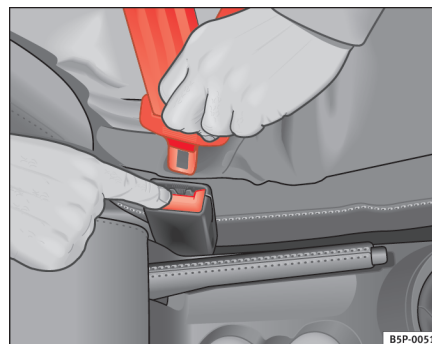

Fig. 15 Libération du pêne du boîtier de verrouillage
- Appuyez sur la touche rouge intégrée au boîtier de verrouillage ⇒ page 26, fig. 15. Le pêne est alors libéré ⇒ ⚠.